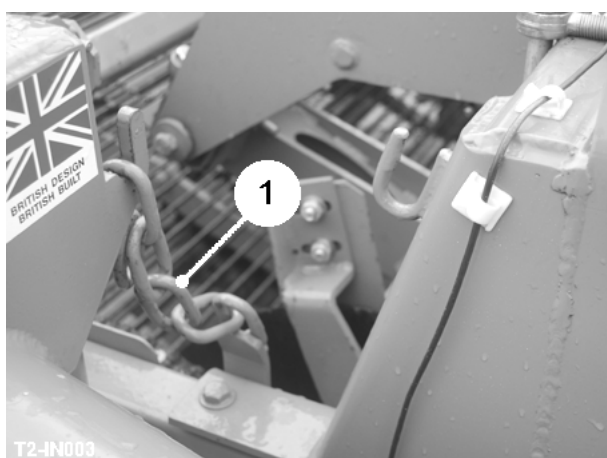

Fig 3
L'assemblée de l'excavateur qui inclut la profondeur tourne, coulters du disque, parts et le tissu de l'excavateur est retenu dans la place levé par les chaînes du transport. Avant d'essayer d'opérer l'assemblée de l'excavateur les chaînes du transport (item 1, fig 3) aura besoin d'être décroché du châssis.